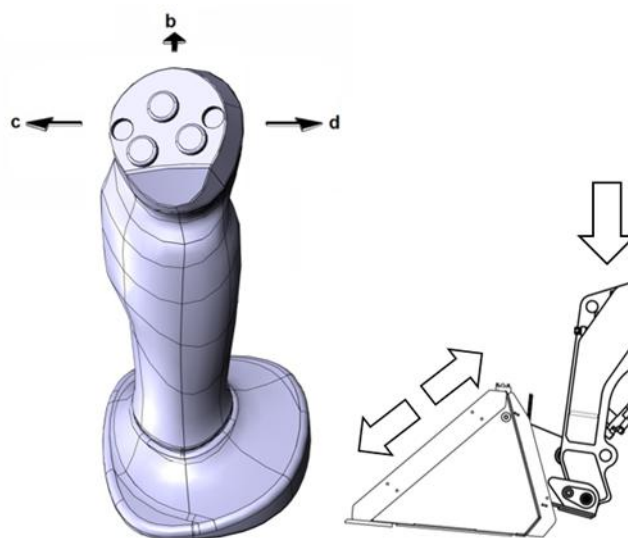

Рисунок 3.61. Опустить рабочее оборудование
- Правый джойстик управления рабочим оборудованием переместить в направлении **b**, рис. 3.61.